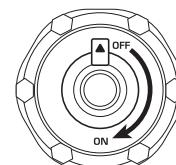

Fig. 3
7. Après larrêt, laissez refroidir le générateur et fermer l'évent sur le bouchon du réservoir de carburant (position OFF, fig. 3).